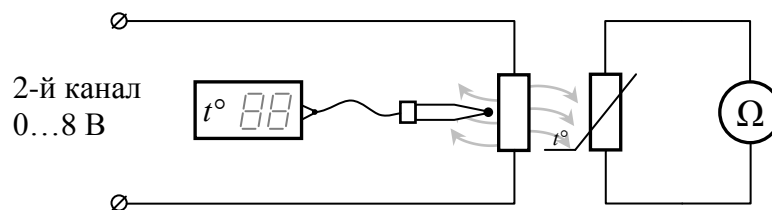

Рис.4. Схема для снятия температурной характеристики терморезистора
- Собрать схему, приведенную на рис.4. В качестве нагревательного элемента используется резистор 10 Ом, 5 Вт. Предъявить схему на проверку преподавателю.